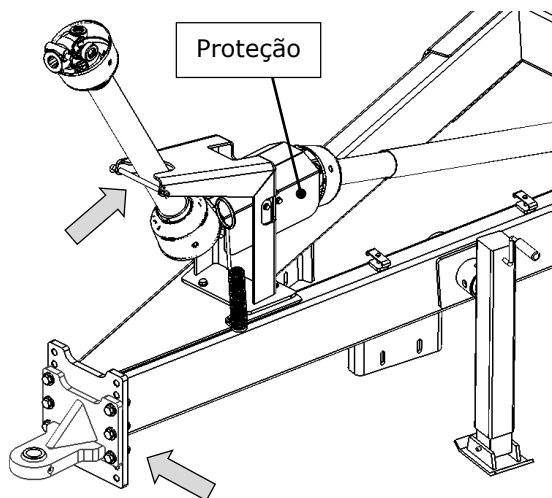

Figura 7
3. Certifique-se de que a parte superior da carreta graneleira esteja alinhada com a horizontal. Para regular esta inclinação, pode-se retirar o engate da rótula e ver a melhor posição, como mostra a figura 7;
A barra de cardan deve ser conectada a tomada de força (TDP) do trator utilizando as proteções correspondentes. Respeite todas as indicações dos adesivos de segurança da máquina. Observe que a carreta conta com uma proteção (figura 7) no acoplamento da barra de cardan, que não deve ser retirada em momento algum.